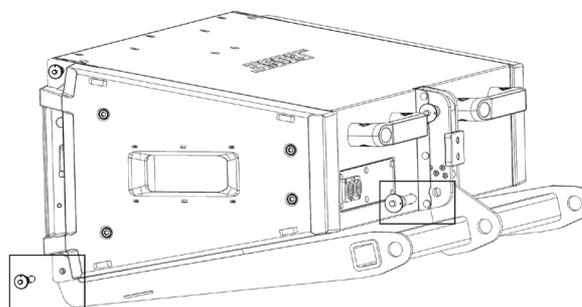

図6. ピンを挿入してプルバックブラケットをモジュールに取り付ける
4. 2つのフロントピン(各サイドに1つずつあります)を差し込み、リアピンを1つ差し込んでプルバックブラケットをモジュールに固定します。図6を参照してください。